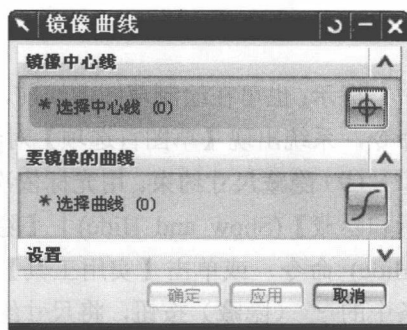
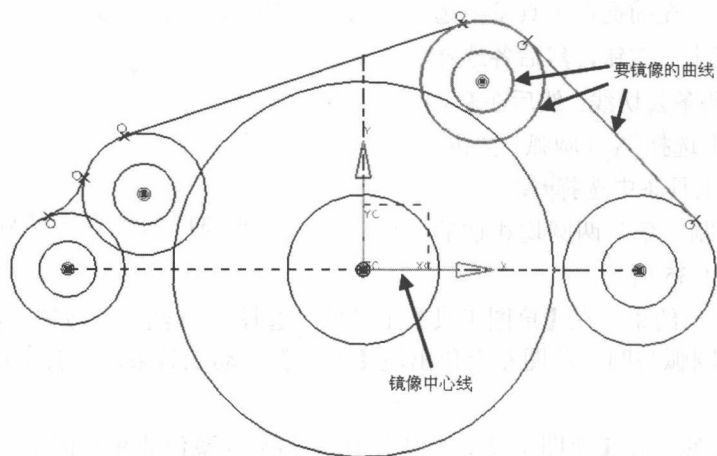
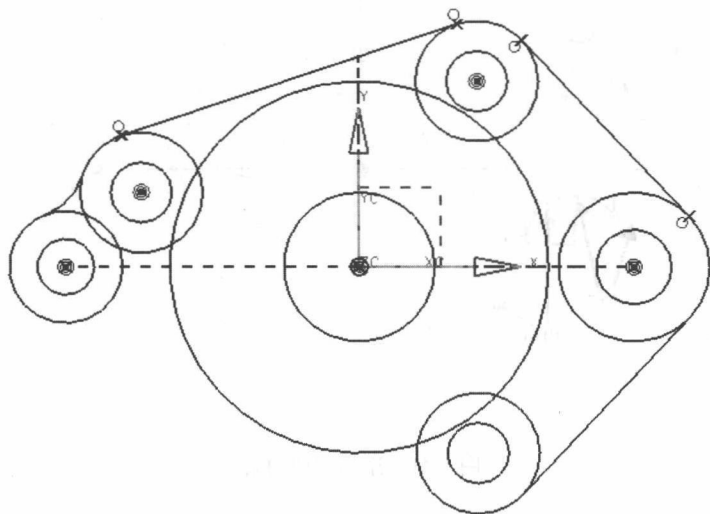

图 1-37 【镜像曲线】对话框
图 1-38 选择镜像中心线和要镜像的曲线
图 1-39 镜像曲线结果
(12) 镜像曲线。在【草图工具】工具条中选择  (镜像曲线) 按钮，系统出现【镜像曲线】对话框，如图 1-37 所示。在图形中选择如图 1-38 所示的 X 轴为镜像中心线，接着选择如图 1-38 所示的曲线，最后单击 **确定** 按钮，完成镜像曲线操作，如图 1-39 所示。